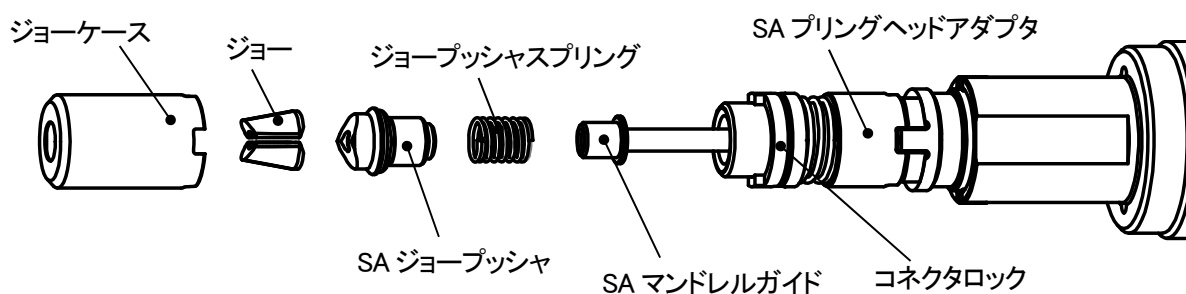

図 7-2
- ③ コネクタロックを指で押し込み、凹凸を外し、ジョーケースを左に回して SA プリングヘッドアダプタからジョーケースを取り外します。このとき外れてくる部品を図 7-2 に示します。